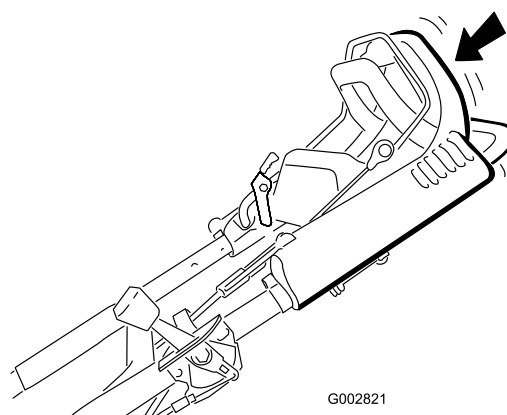

Figura 17
1. Per azionare la trazione automatica, camminate tenendo le mani sulla sezione superiore della stegola (Figura 17) e i gomiti vicini ai fianchi; il tosaerba terrà automaticamente il passo.